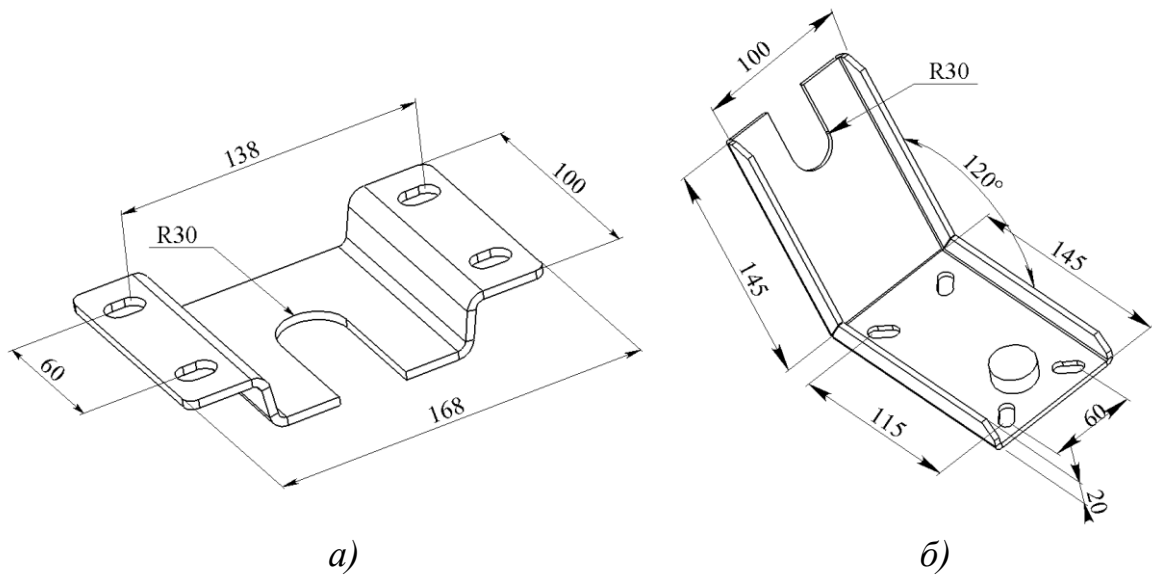
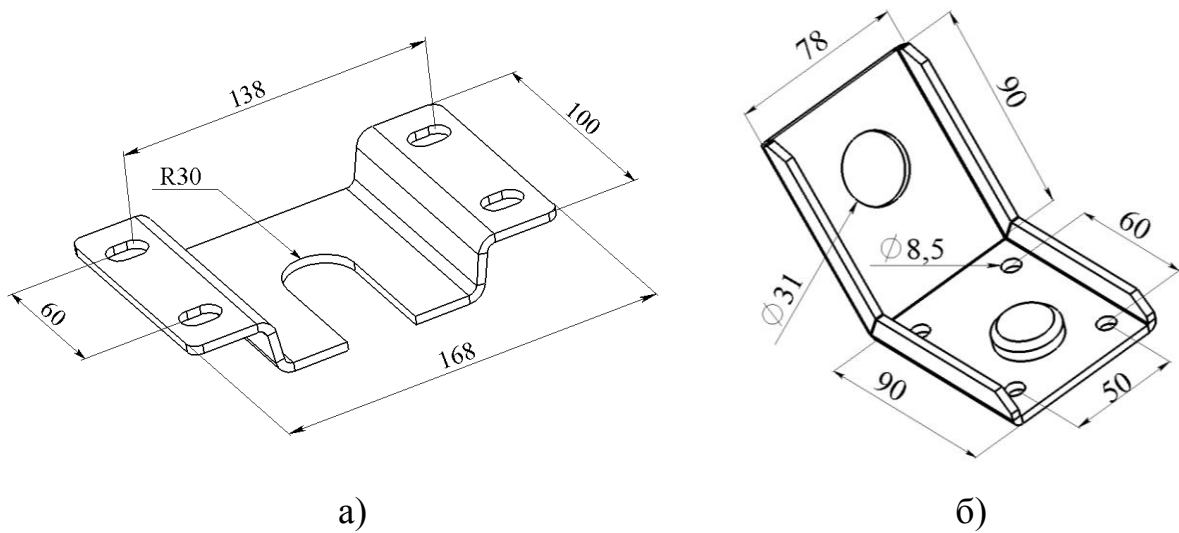

Рисунок 4 Общий вид и присоединительные размеры креплений модуля «ИМПУЛЬС-20»
Рисунок 5 Общий вид и присоединительные размеры креплений модуля «ИМПУЛЬС-2»
7.3.1 Монтаж модулей (размещение) производится согласно проекта на систему пожаротушения, закреплением к стене или потолку с помощью креплений рис.4 и рис. 5. Крепление модулей и элементы конструкции на которую монтируется модуль должны выдерживать статическую нагрузку не менее 600 Н и импульсную динамическую нагрузку не менее 1000 Н/с.